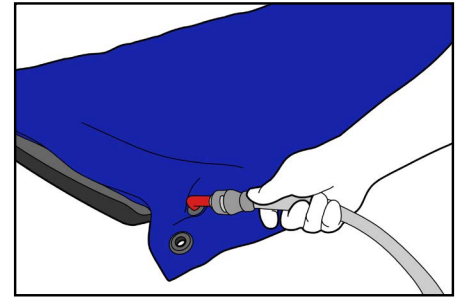

Fig. 7
1. Acople la manguera de vacío a la válvula. Cuando escuche un chasquido, ello será señal de que se ha establecido una conexión adecuada y de que la manguera y la válvula se han acoplado adecuadamente (Fig. 7).